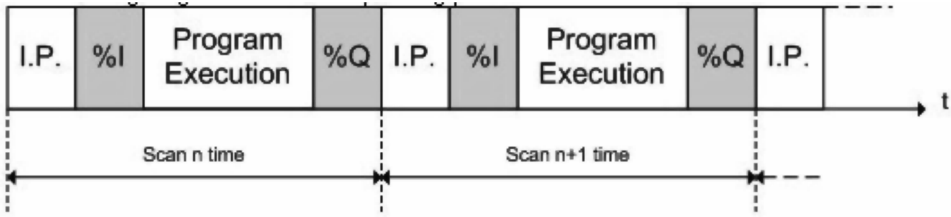

图 7-34 自由循环任务
3) 自由运行。这种扫描方式为一旦结束一个程序扫描就马上返回程序字头，开始新的一次扫描。图 7-34 中的 I. P. 是扫描内部功能。